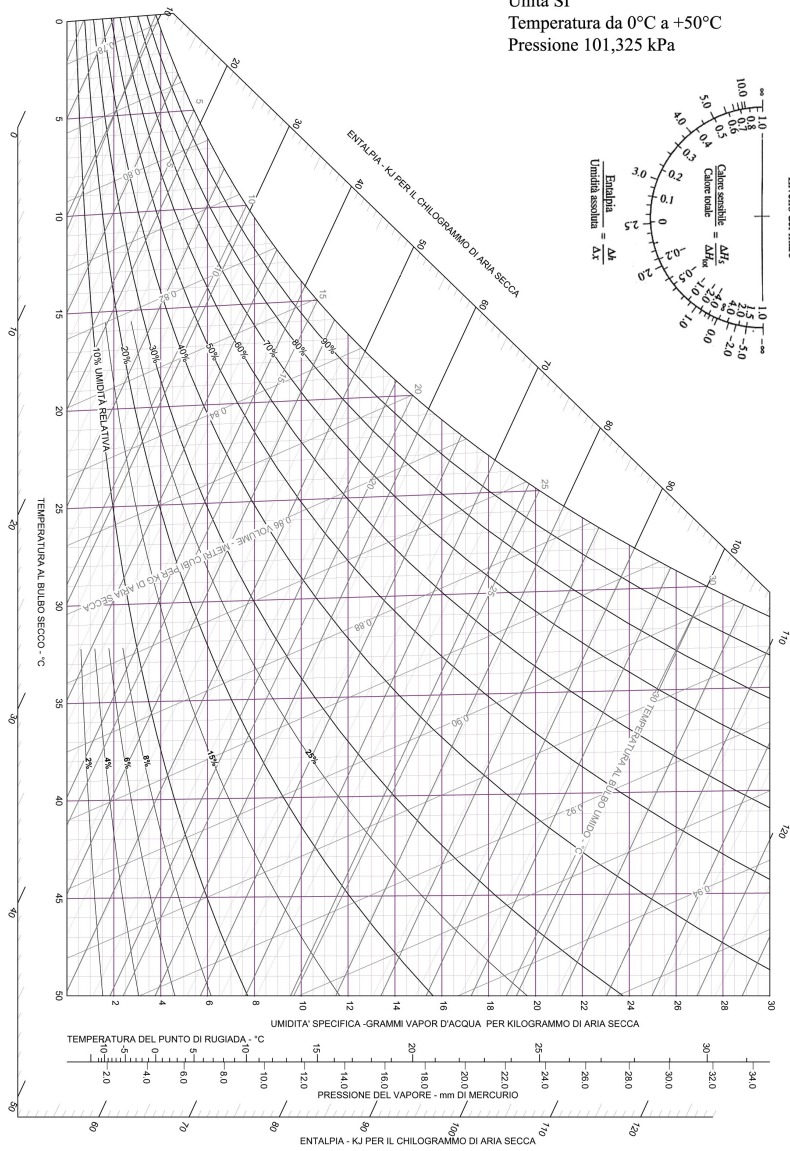

FIGURA 1
- disegnare le trasformazioni nell'impianto di condizionamento sul diagramma psicrometrico allegato in **FIGURA 1**;